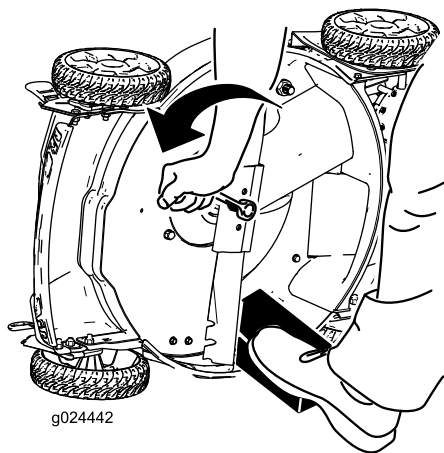

図 25
3. 角材などを使ってブレードをしっかりと保持する 図 25。
4. ブレードボルトを左に回してブレードを取り外す。外したボルト類は新しいブレードの取り付けに使用する 図 25。